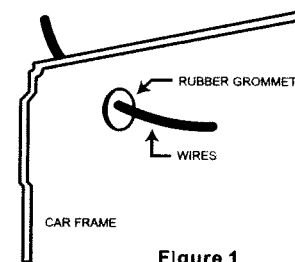

Figure 1
3. Déployez les fils électriques en dessous ou au travers du véhicule jusqu'à la batterie. Si vous devez percer des trous pour faire passer les fils, assurez-vous de protéger ceux-ci au droit des passages à l'aide d'oeillets en caoutchouc (non fournis). Voir la figure 1. Assurez-vous que les fils ne pendent pas n'importe où et qu'ils se trouvent à l'écart des parties mobiles ou de tout élément chauffant.